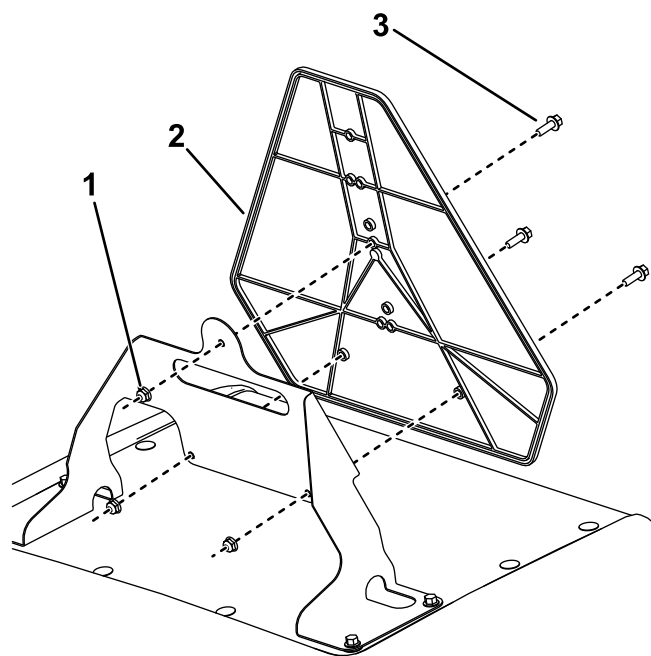

Figure 3
4. Montez le panneau pour véhicule lent comme montré à la Figure 3.